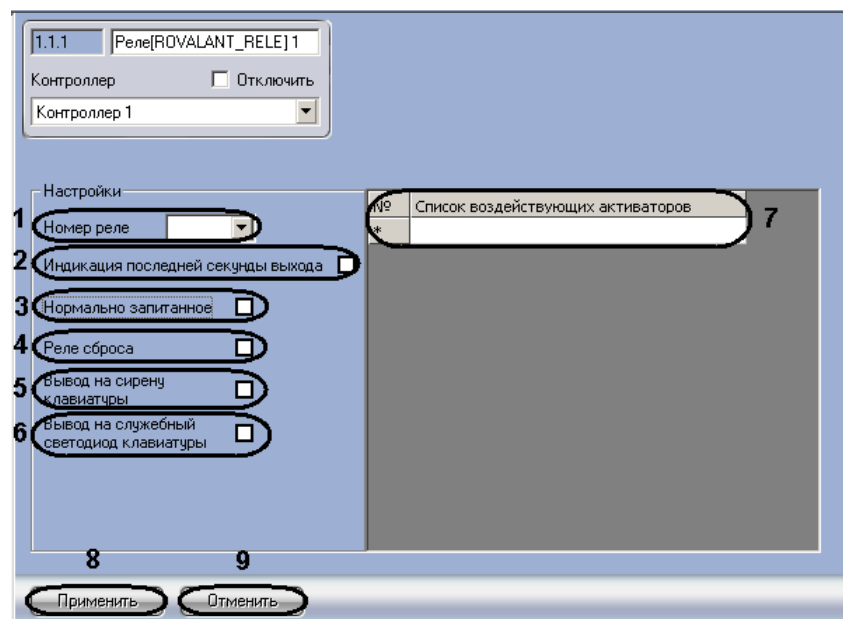

Рис. 3.8—2 Настройка реле
2. Из раскрывающегося списка **Номер реле** выбрать порядковый номер реле (см. Рис. 3.8—2, 1).
3. Установить флажок **Индикация последней секунды выхода**, если необходимо оповещать пользователей о последней секунде выхода, в случаях, когда для охранных шлейфов настроен параметр **Задержка выхода**. Выход реле включается по окончании времени, равного значению параметра **Задержка выхода**, на одну секунду (см. Рис. 3.8—2, 2).